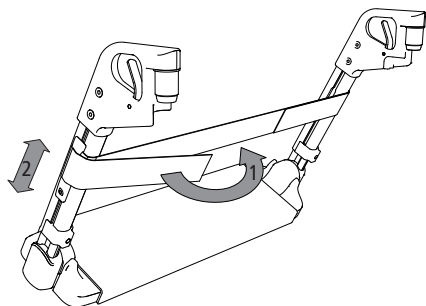

fig. 9
1. Før lægstroppen gennem plastikindførselsanordningen på benstøtternes yderside (1, fig. 9).
2. Løsn unbrakoskruen på plastikindførselsanordningen. Nu kan lægstroppen anbringes i den ønskede højde (2, fig. 9).